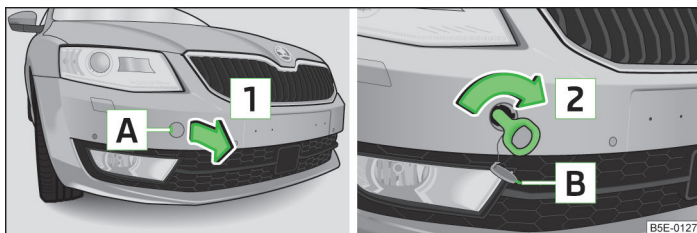

Fig. 205 Bara de protecție față: Demontarea capacului / Montarea cârligului de tractare
- Apăsați pe capatul de protecție în zona **A** » fig. 205.
- Însurubați manual cârligul de tractare, în sensul săgeții **2** » fig. 205, până la limită » **!**.